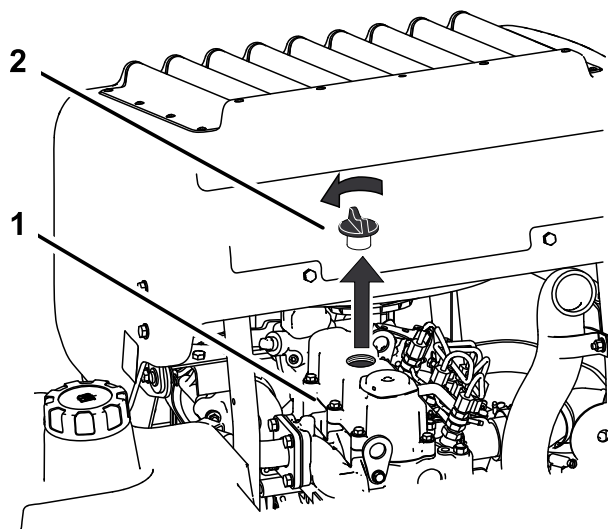

Figura 43
6. Retire el tapón de llenado de aceite de la parte superior del motor (Figura 43). Esto facilitará el vaciado del aceite.
2. Retire el tapón de llenado y la varilla (Figura 43).